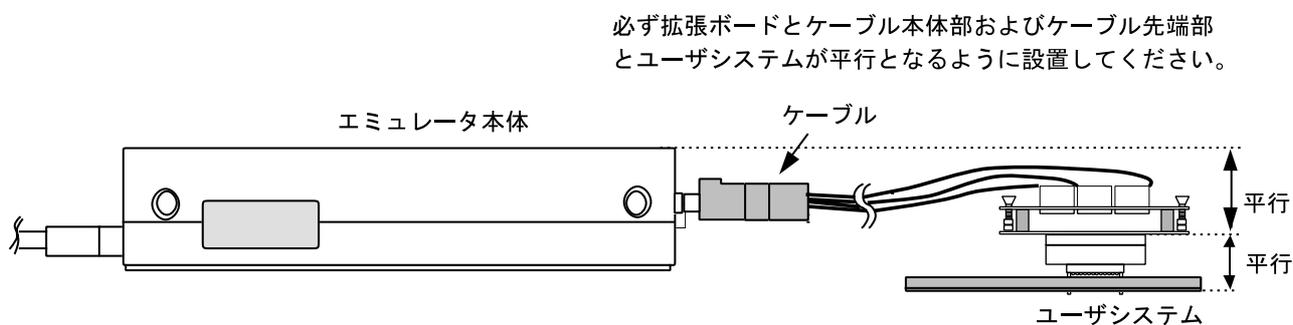

図12 設置例
- (1) ユーザシステムへの接続時には1ピン位置に十分注意して、誤接続は絶対にしないでください。
- (2) 本ユーザシステムインタフェースケーブルを使用する場合の推奨マウントパッド寸法は、MCU実装用マウントパッド寸法とは異なりますので注意してください。
- (3) 本ユーザシステムインタフェースケーブルは、HS2214EPI61Hエミュレータ専用ですので、他のエミュレータ本体には使用しないでください。
- (4) ケーブル本体部が断線する可能性がありますので、本ユーザシステムインタフェースケーブルの上に重いものや金属等の角の尖ったものを置かないでください。
- (5) ユーザシステムに接続した状態では、ユーザシステムインタフェースケーブル、特にケーブル先端部に無理な力が加わらないように注意する必要があります。図12の設置例を参照してご使用ください。